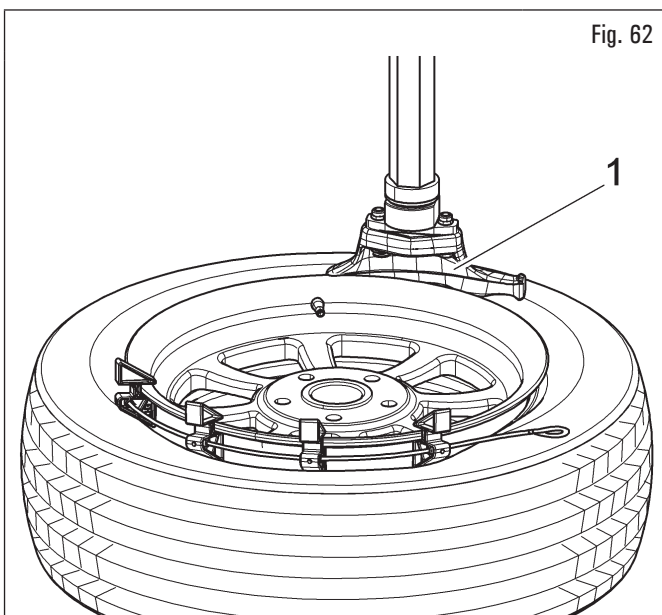

Fig. 62
4. débloquer l'arbre hexagonal (Fig. 60 réf. 1) et positionner la tête outil (Fig. 62 réf. 1) en appui en sens radial et vertical sur la jante, puis le bloquer au moyen du poussoir sur la poignée (Fig. 60 réf. 2) ;
S'il n'est pas possible d'abaisser le talon suffisamment manuellement, lubrifiez abondamment le flanc du pneu opposé à la tête outil et utilisez le pousse-talon pneumatique pour abaisser le flanc du pneu lui-même, jusqu'à ce que vous puissiez accrocher les blocs de la rallonge pousse-talon au bord de la jante avec le côté marqué « EH2 » vers le bas (Fig. 62 et Fig. 63) ;